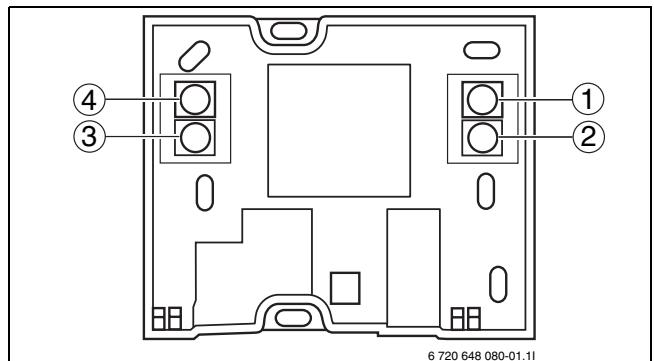

Bild 34 Anschlussmaße
- ▶ Kontrollieren, ob die vier Kabel wie auf (Bild 34) an die Kontakte angeschlossen sind.
Achten Sie sorgfältig darauf, dass Sie den Raumföhler ordnungsgemäß anschließen, so dass +12V, CANH, CANL und GND laut Abbildung 34 an den entsprechenden Anschlüssen ([31-34] oder [35-38]) auf der Leiterplatte angeschlossen werden. Siehe Schaltplan Externe Anschlüsse im Installationshandbuch der Wärmepumpe. Für eine Beschreibung von CAN-BUS LCD, siehe Installationshandbuch der Wärmepumpe.